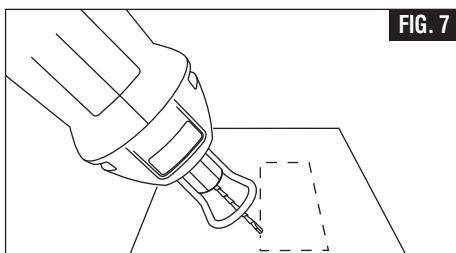

FIG. 7
Paso 3: Mientras sujeta firmemente la herramienta, inserte la broca en el material a un ángulo de 45° (Fig. 7).